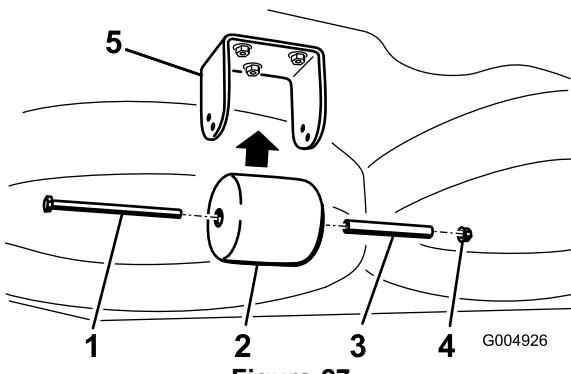

**Figura 26**
4. Retire los herrajes que fijan cada rodillo a la carcasa del cortacésped y mueva los rodillos hacia arriba o hacia abajo según sea necesario; consulte Figura 26 a Figura 30, según corresponda a su cortacésped.